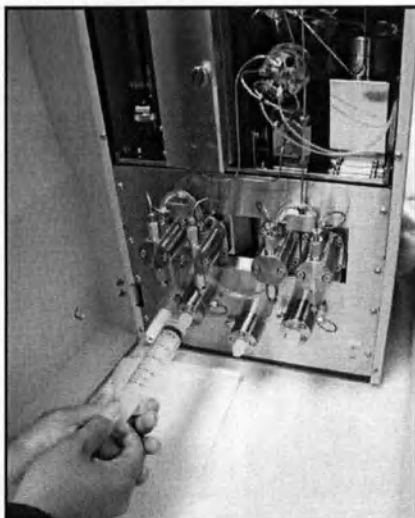

Рис. 3-16. Удаление воздушных пузырьков.
5. Медленно оттягивайте поршень шприца, пока он не заполнится (примерно на 25 мл). См. Рис. 3-16.